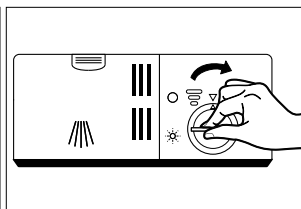

Abb. 11
- ▶ Setzen Sie den Deckel mit der Pfeilspitze auf den linken Pfeil wieder auf und drehen ihn mit dem Uhrzeigersinn auf den rechten Pfeil (siehe **Abb. 11**).